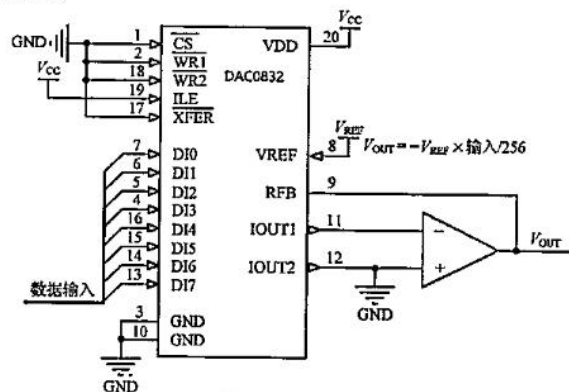

图 1
2. 已知 MCS-51 单片机系统时钟频率为 6MHz, D/A 转换器 DAC0832 的电路原理图, 单片机的 P1 口输出数值给 DAC0832, 作为 DAC0832 的数据输入。图 1 所示为 DAC0832 的接线图。(12 分)